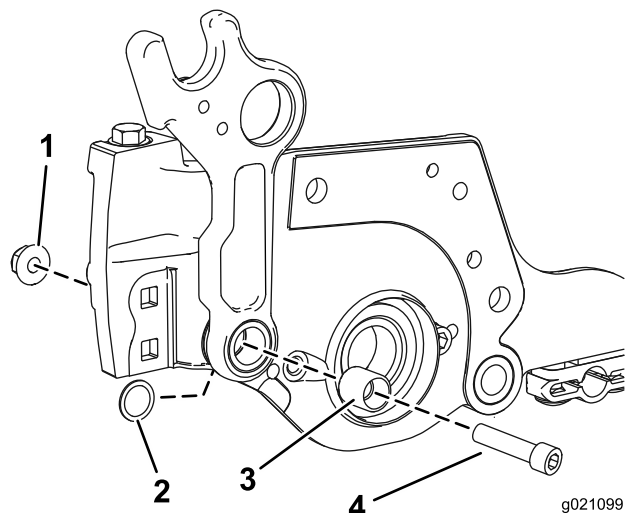

図 5
5. ボルト（3/8-16 x 1-1/4 インチ）1本と新しいスペーサを取り付け、キットに入っているナットで固定する（図 5）。
**注** 平ワッシャがフレームとサイドプレートの間に入り、平ワッシャが図 5に示すようにスペーサを取り囲んで配置されるようにすること。